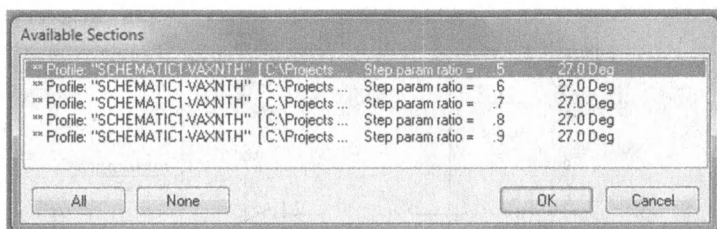

Рис. 3.38. Таблица доступных разделов
6. Выполняем моделирование. Таблица доступных разделов показана на рис. 3.38.